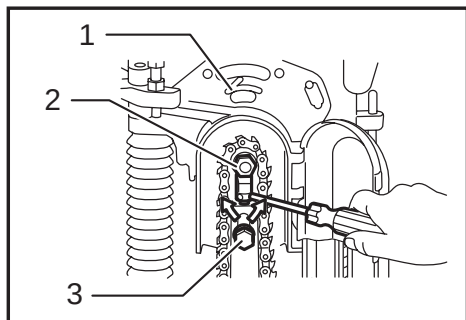

Fig.4
► **Fig.4:** 1. Arrow 2. Sprocket 3. Hex bolt